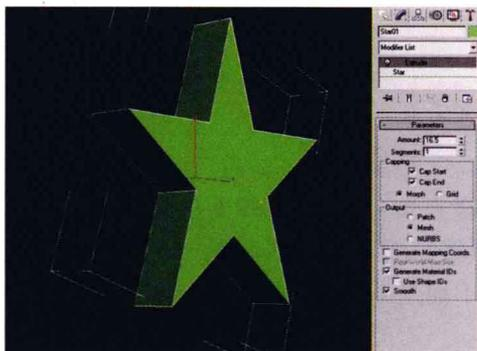

图 1-16
2. 选择星形，选择修改器，在修改下拉列表中按键盘“E”键，找到【Extrude】（挤出）命令，适当设置【Amount】（厚度）参数。如图 1-16 所示。